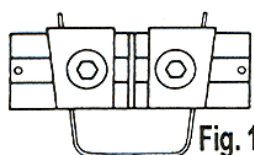
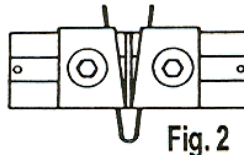

Fig. 1
Fig. 2
5. Blades must be fastened with clamps on the cutting head. If clamps are in the normal position (fig. 1) all knives of usual size can be fastened. Extraordinarily large knives can be fastened without difficulty by turning the clamps (fig. 2)
5. Die Messer werden mit Spannbacken am Messerkopf festgeklemmt. Mit der normalen Backenstellung (Fig. 1) können alle Messer üblicher Größe gespannt werden. Abnormal große Messer lassen sich durch Verdrehung der Spannbacken (Fig. 2) ebenfalls ohne Schwierigkeit spannen.